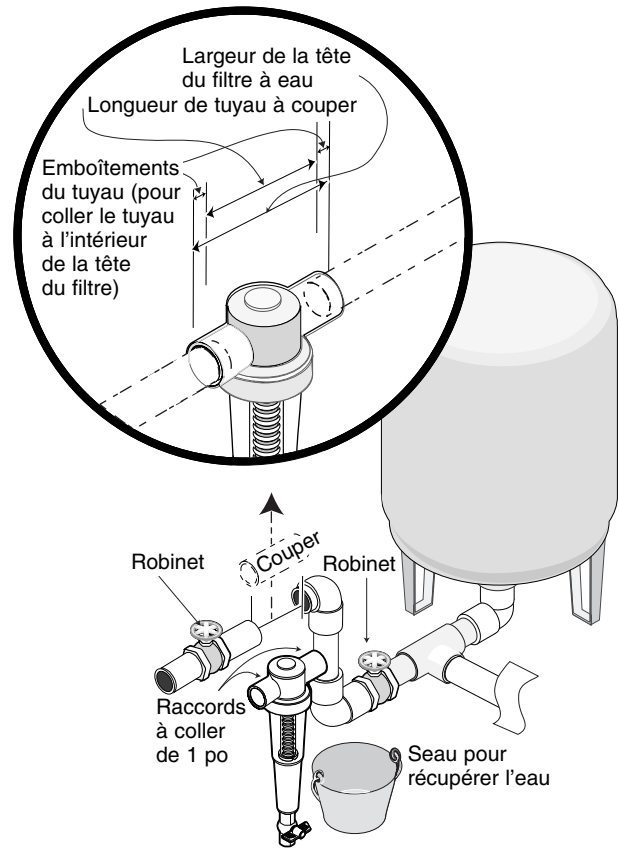

Figure 2
2. Choisir l'endroit où l'on branchera le filtre sur la conduite d'eau. Se reporter à la Figure 2.
3. Mesurer la longueur de tuyau d'eau à couper, puis couper le tuyau en fonction de l'installation (se reporter à la Figure 2). Disposer d'un seau pour récupérer l'eau qui pourrait couler du tuyau coupé.